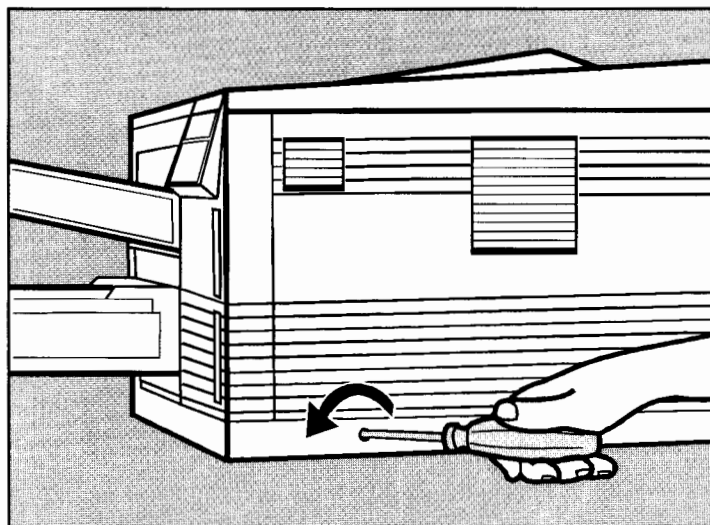

Abb. 1-2: Entfernen der Schrauben der Seitenabdeckung
5. Verwenden Sie einen Schraubendreher, um die beiden Schrauben unten an der Seitenabdeckung zu entfernen (siehe Abb. 1-2).